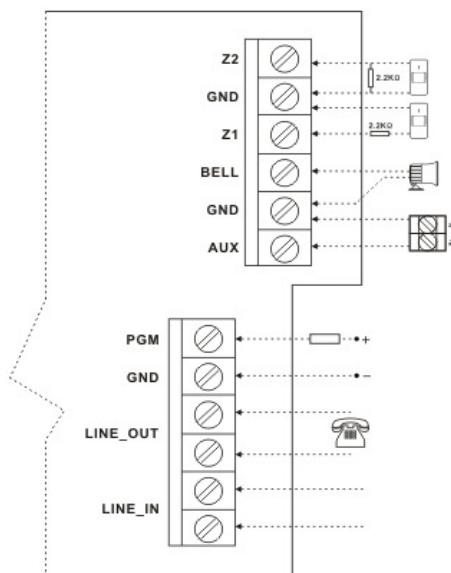

Figura -8-
- 6) PGM, interfaz de línea telefónica. Para detalles sírvase ver Figura 8
Detalles sírvase ver Figura 8